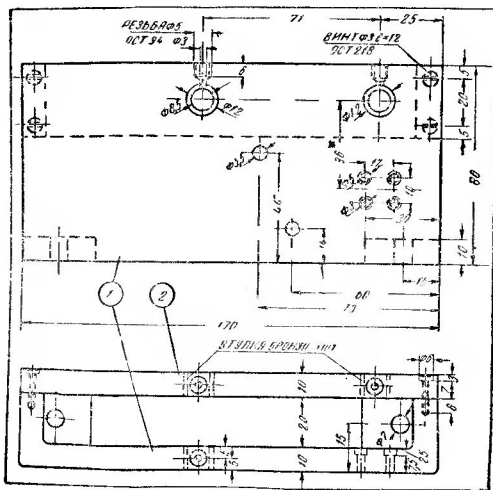

Рис. 5. Корпус лентопротяжного механизма
1. Корпус лентопротяжного механизма. Корпус механизма (рис. 5) отливается из дюрала, для чего могут быть использованы старые автомобильные поршни, и состоит из панели и планки. Панель имеет четыре стойки, две из которых служат для крепления к планке и две — для крепления корпуса к основанию.